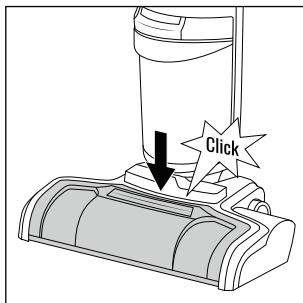

Fig. 42
- ♦ Pressione então a proteção contra salpicos **7** na devida posição, até esta encaixar de forma audível no pé **3** (ver fig. 42).